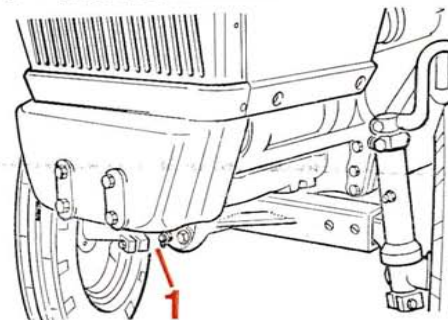
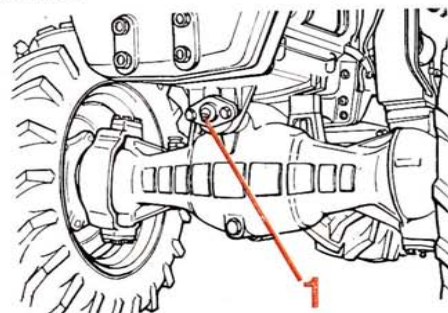

Fig. 39
Fig. 40
Injecter de la graisse **MOBIL GREASE SUPER** dans les graisseurs (1) fig. 39 et (1) fig. 40 pour les tracteurs double traction.